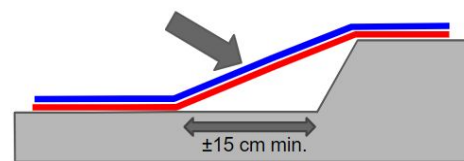

Abbildung 7
- Erwärmen Sie alle Bereiche, an denen das Material mit einem Heißluftgebläse geformt wurde, und kontrollieren Sie die Temperatur mit einem Infrarotthermometer, außerhalb des Luftstroms, um auf der Oberfläche $< 95^{\circ}\text{C}$ erhalten. *Abbildung 7*